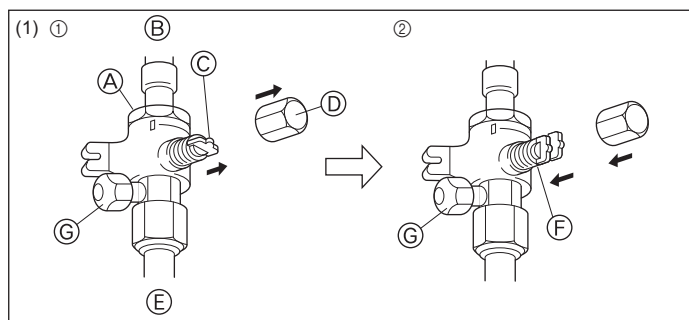
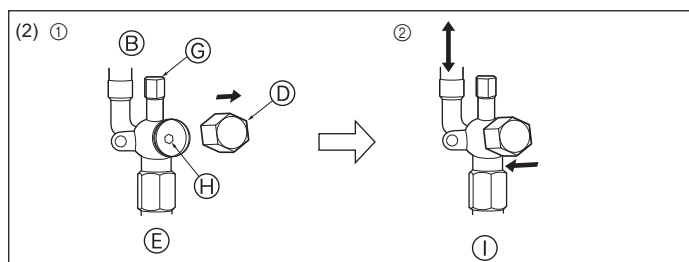

Fig. 4-9
Fig. 4-10
- (1) Gasside (Fig. 4-9)
- ① Afmonter hættten, træk håndtaget hen imod Dem og drej en 1/4 omgang mod uret for at åbne.
- ② Kontrollér, at stopventilen er helt åben, skub håndtaget ind og drej hættten tilbage til den oprindelige position.
- (2) Væskeside (Fig. 4-10)
- ① Fjern dækslet, og drej ventilspindlen mod uret så langt som muligt vha. en 4 mm sekskantet skrueøgle. Stop med at dreje, når den når stopperen (ø6,35: ca. 4,5 omgang; ø9,52: ca. 10 omgang).